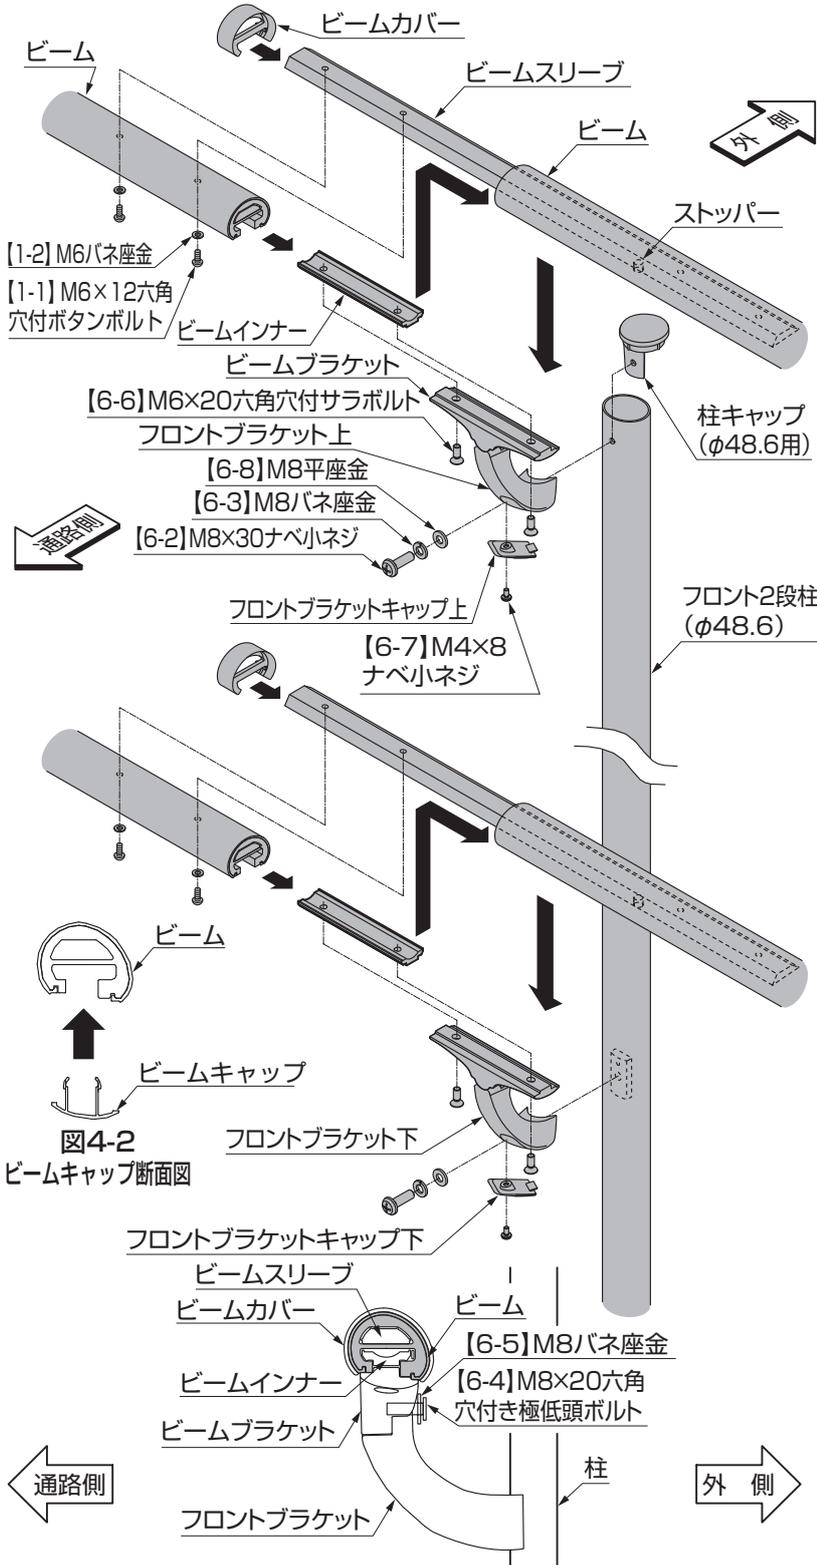

図4-1 ビーム納まり断面図
- ビームスリーブ、ビームインナー、ビームカバーを差込む位置は、ビーム納まり断面図を参照してください。(図4-1参照)
- ⑤ 仮止めしていた【6-6】を締めて、ビームブラケットを固定してください。